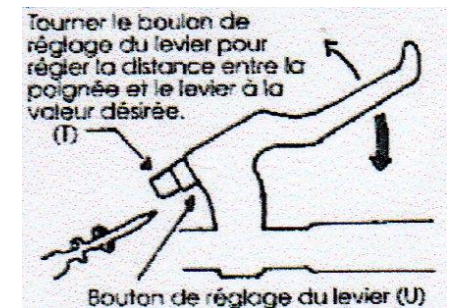

Fig. 7
La tension générale du câble peut se faire également grâce au barillet de réglage (T) situé sur le levier de frein. Fig. 7